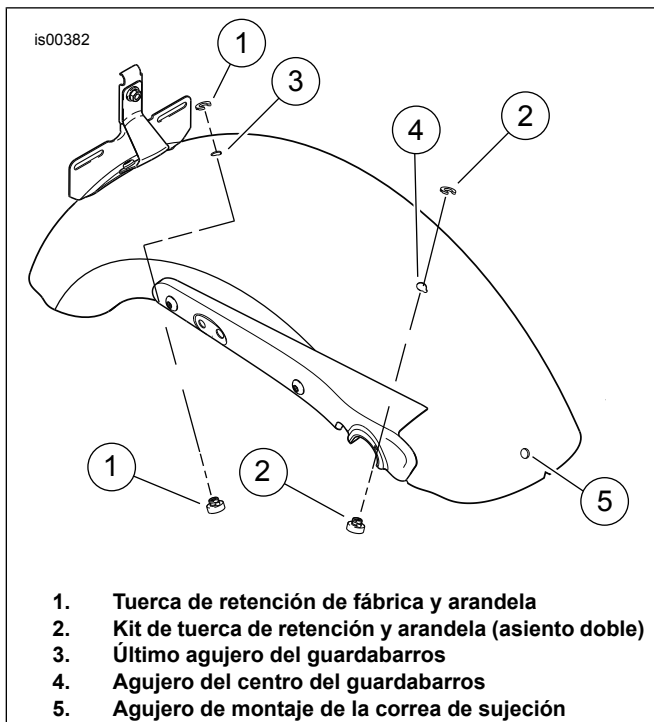
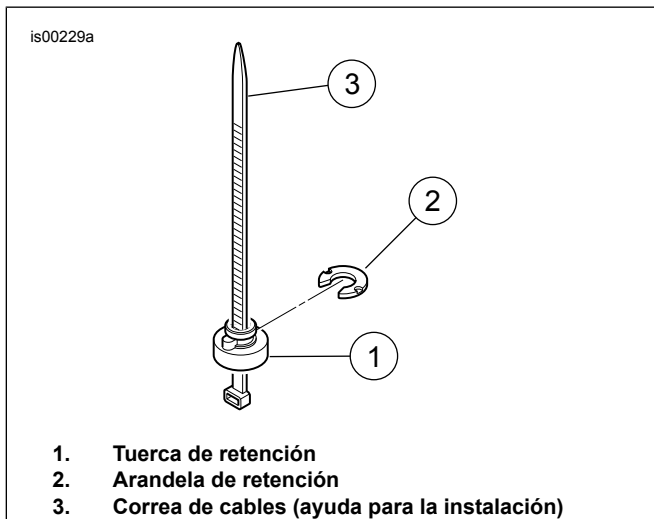

Figura 2. Ubicación de la tuerca de retención
Figura 3. Instalación de la tuerca de retención
2. Vea Figura 2. Quite la tapa plástica del último agujero del guardabarros (3).
4. Vea Figura 3. Puede usarse una correa de cables como ayuda, para extraer e instalar la tuerca de retención y la arandela. Coloque la tuerca de retención (1) sobre la correa de cables (3) para que el extremo ancho de la tuerca descansa sobre el ojal de la correa de cables. Pase la correa de cables hacia arriba debajo del guardabarros y a través del último agujero del guardabarros. Tire hacia arriba de la correa de cables para sostener la tuerca apretada contra la parte inferior del guardabarros.
5. Con el reborde de refuerzo de la tuerca de retención asentado en la muesca del agujero del guardabarros, desde la parte trasera deslice la arandela de retención (2) a su lugar. Esto asegurará la tuerca de retención en su lugar. Quite la correa de cables.
7. Instale el tornillo de reborde desde el interior del guardabarros en el agujero de montaje de la correa de sujeción en el guardabarros (Figura 2, artículo 5). Asegure el tornillo con la tuerca de retención plástica del asiento.